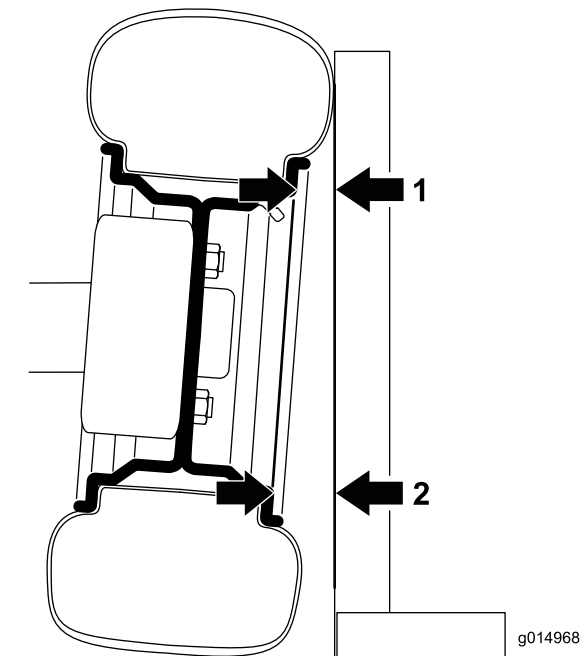

Figura 30
1. Para comprobar la caída, coloque una escuadra de 90 grados en el suelo con el borde vertical contra la cara del neumático (Figura 30).
2. Mida desde la misma zona de la llanta en la parte superior e inferior del neumático hasta la escuadra (Figura 30). La distancia inferior debe ser de 2,3 mm más que la distancia superior. Realice la medición en ambos neumáticos delanteros antes de realizar cualquier ajuste.